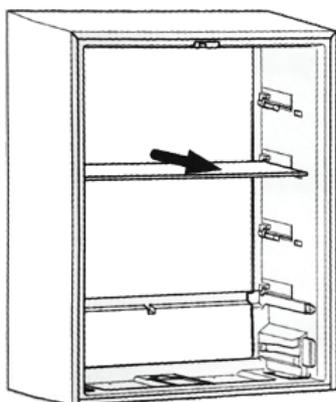

рис. 1
1. Потяните полку на себя (рис. 1).